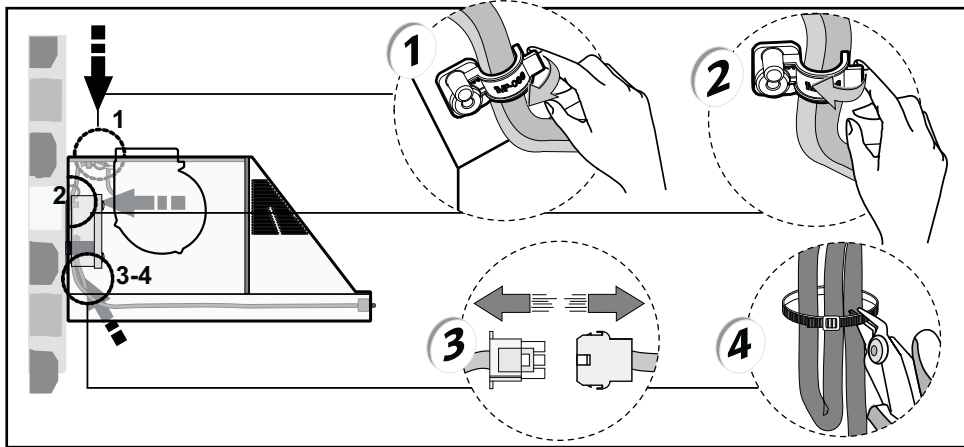

Fig. 2
- A. Si la hotte est installée avec une sortie d'air (fig. 1B ou 4B), les fils contenus dans le faisceau correspondant doivent être dégagés en tirant le levier vers l'extérieur, tel qu'illustré dans la figure 2, étapes 1 et 2.
- B. Débranchez le raccord à 6 directions du moteur situé à l'intérieur de la hotte, tel qu'illustré dans la figure 2, étape 3.
- C. Les câbles situés dans la hotte sont fixés à l'aide d'un collier de serrage. Coupez le collier tel qu'illustré dans la figure 2, étape 4.
Après avoir terminé les opérations de transformation, réassemblez les composants en effectuant les opérations dans le sens inverse (Fig. 2).
- Si vos exigences prévoient l'utilisation de la sortie d'air dans la partie arrière de la hotte (effectuer toutes les phases indiquées sur la figure 2), retirez les vis I (Fig. 4.1) fixant l'étrier moteur **Y**, tournez tout le groupe moteur dans la position indiquée dans la Fig. 4.2. Remettez l'étrier moteur **Y** dans son logement et fixez-le à l'aide des vis qui ont été retirées I.